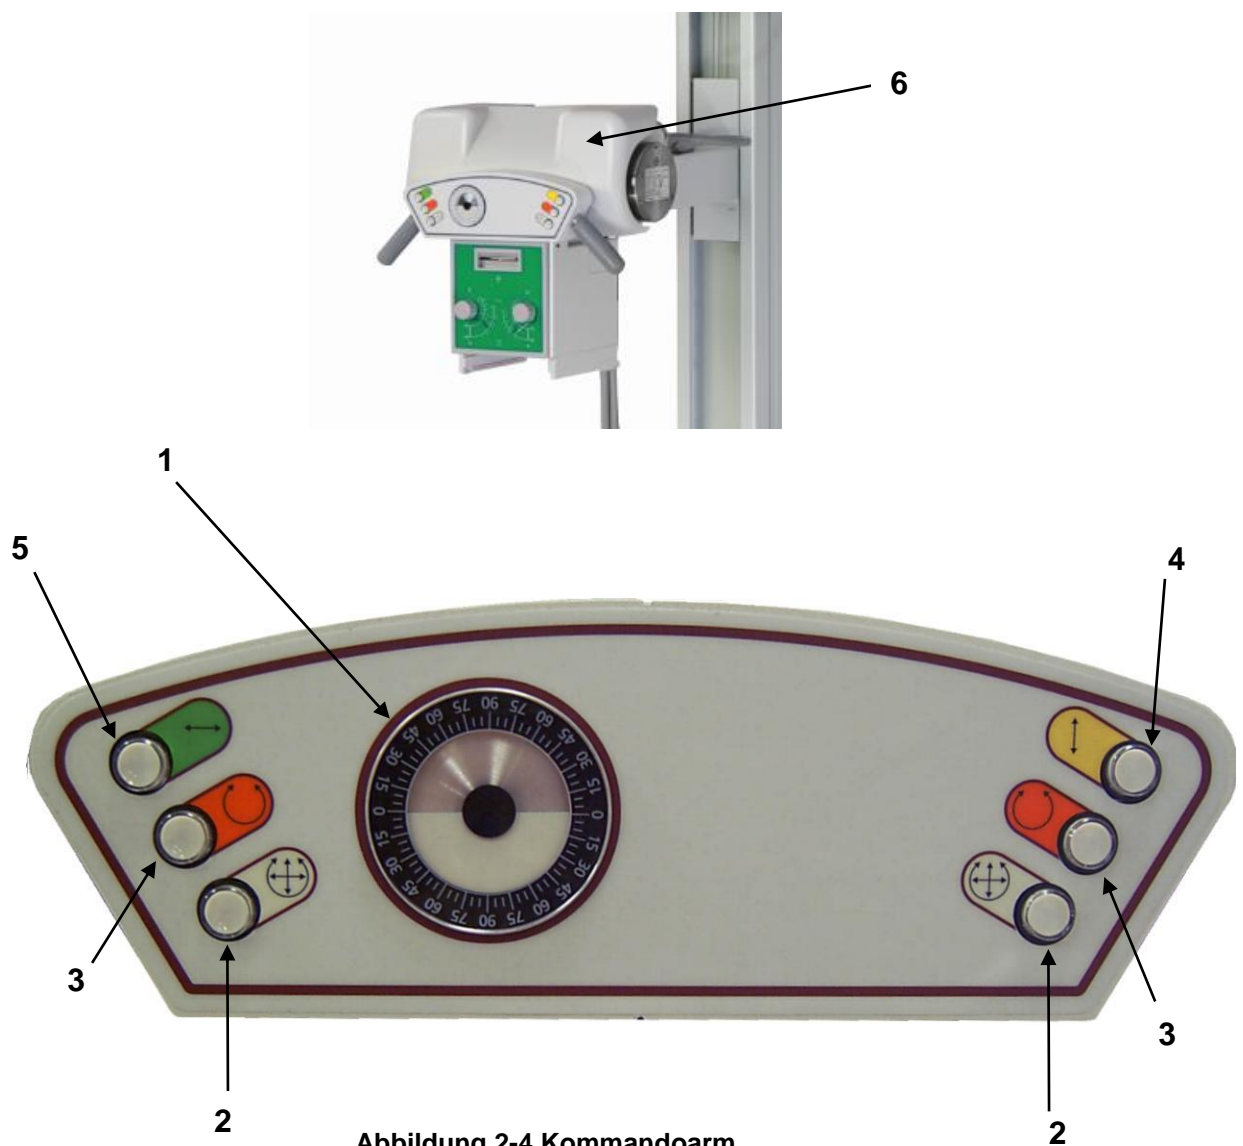

Abbildung 2-4 Kommandoarm
- Durch Betätigung der Taste (Abbildung 2-4/5) die Bremse für die Längsbewegung des Säulenstatives lösen.
- Durch Betätigung der Taste (Abbildung 2-4/4) die Bremse für die Höhenverstellung der Röntgenstrahlereinheit lösen.
- Durch Betätigung der Taste (Abbildung 2-4/3) die Bremse für die Drehbewegung der Röntgenstrahlereinheit um die Tragarmachse lösen.
- Durch Betätigung der Taste (Abbildung 2-4/5) die Bremse für die Längsbewegung des Säulenstatives lösen, und die Röntgenstrahlereinheit auf den Fokus-Film-Abstand (FFA) einstellen, der für die durchzuführende Untersuchung erforderlich ist, wobei auf jeden Fall der Fokusbereich des Rasters der Laufstereinrichtung zu beachten ist. Diese Einstellung ist mit Maßband an der Tiefenblende oder nach den Markierungen (Abbildung 2-3/4) an der oberen Führungsschiene des Säulenstatives vorzunehmen.
- Die Taste (Abbildung 2-4/4) loslassen, um die Bremse für die Höhenverstellung der Röntgenstrahlereinheit wieder einzuschalten.